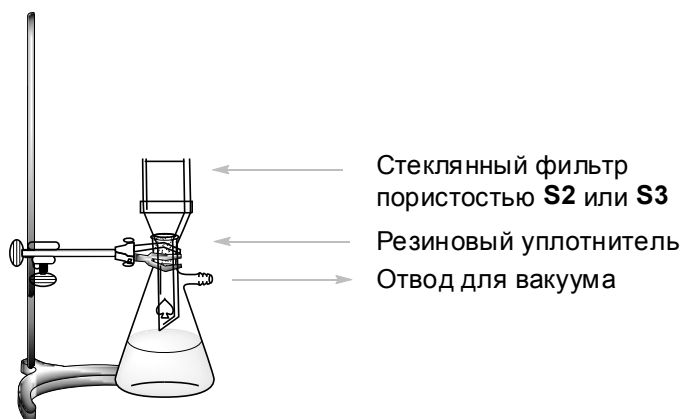

Рисунок 3. Установка для фильтрации отсасыванием.
2. Соберите установку для фильтрования (Рис. 3). Используйте стеклянный фильтр с пористостью **S2** (помеченный белым кружочком) и не забудьте закрепить установку с помощью малой лапки. Присоедините вакуумный шланг к колбе Бунзена. Аккуратно вылейте суспензию продукта **B** (пункт IV.1) в стеклянный фильтр, обязательно дайте осадку осесть на фильтр, и откройте кран с вакуумом. **ВНИМАНИЕ: уведомите лаборанта перед и после использования вакуумного крана!** Промойте осадок дважды порциями деионизированной воды по 6 см3 пока pH фильтрата не станет примерно 6. Оставьте осадок на фильтре на 5 минут при подключенном вакууме чтобы удалить большую часть воды. Отсоедините источник вакуума. Используйте шпатель для переноса белого продукта **B** в стеклянную баночку подписанную **Student code B**. После переноса вещества не закрывайте баночку чтобы дать веществу высохнуть. Вылейте фильтрат в раковину и промойте колбу Бунзена.